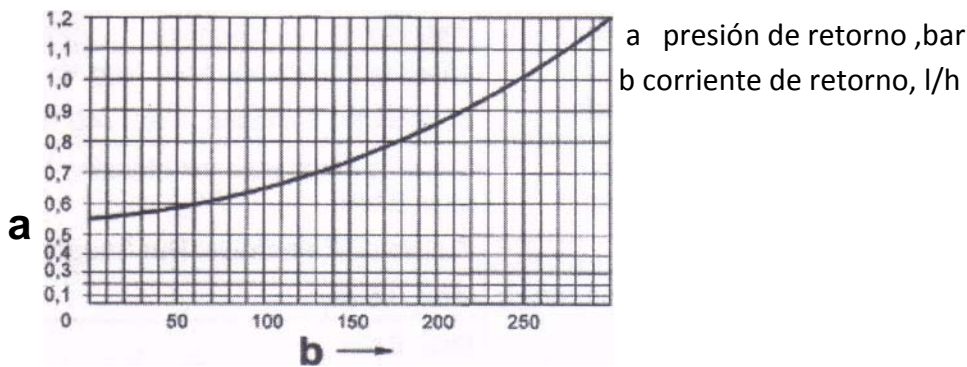

Imagen 1: *diagrama*
- La bomba debe presentar la suficiente resistencia a la presión en la vertiente de retorno conforme a la imagen 1.